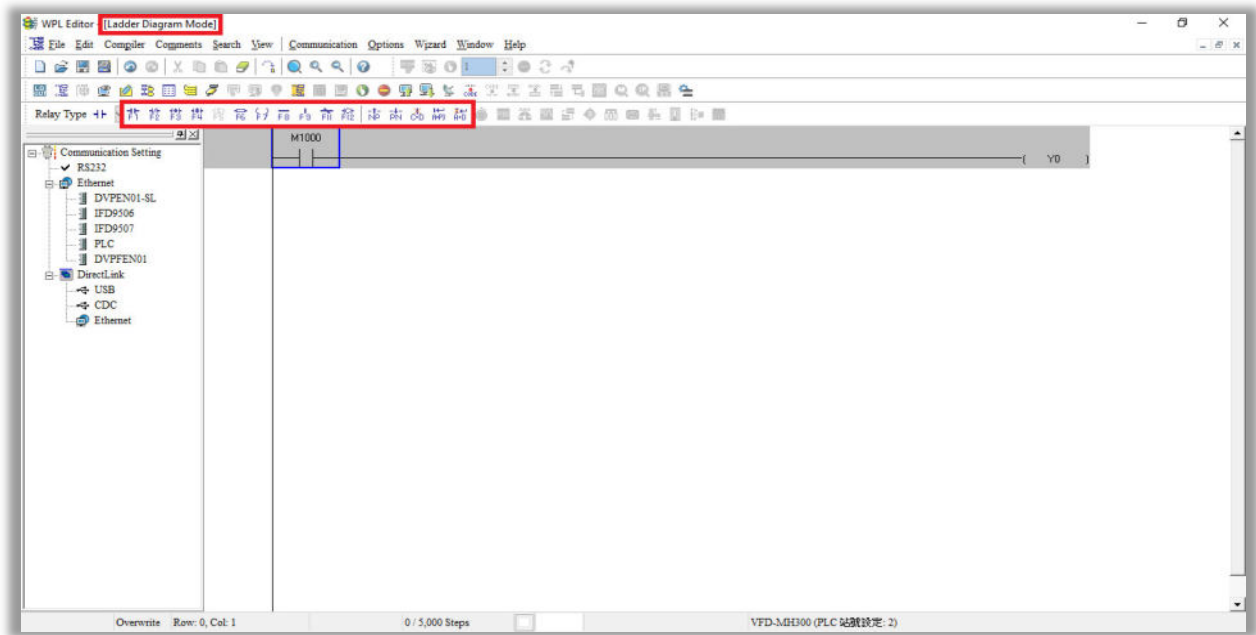

Figura 16-9
**NOTA:** No modo de diagrama de escada, você pode realizar a edição do programa usando os botões na linha do ícone de função (veja a figura 16-9 abaixo).